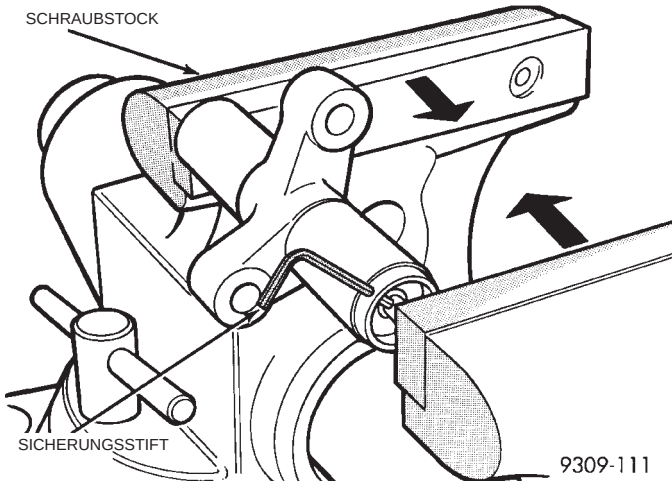

Abb. 70 Zahnriemenspanner zusammendrücken
(12) Spannvorrichtung in einen Schraubstock einspannen und den Kolben **LANGSAM** eindrücken (Abb. 70). Insgesamt muß das Zusammendrücken der Spannvorrichtung ca. 5 Minuten dauern.